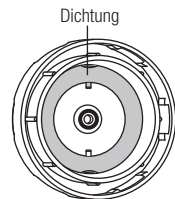

Abb.4
- Bitte prüfen Sie die Deckeldichtung auf Sauberkeit und Dichtheit, bevor Sie das Kühlmittel einfüllen. (Abb. 4)